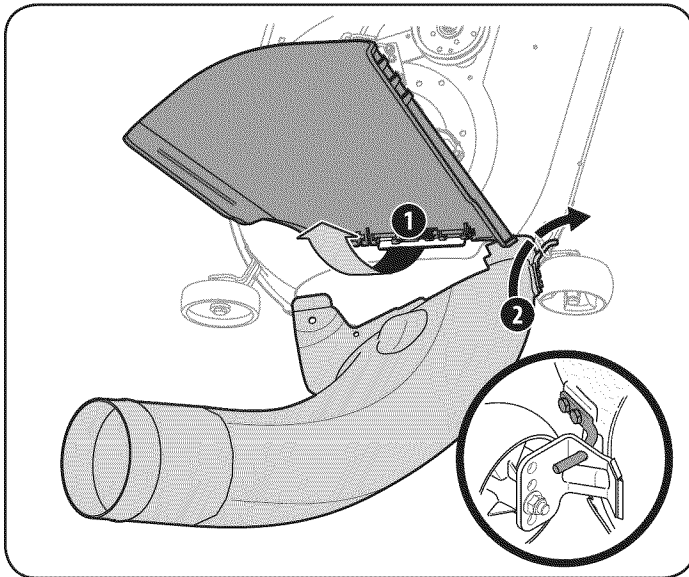

Figure 16
1. Con conducto de descarga del tractor levantado y abierta (1), instale el codo de conducto colocando la barra de montaje del codo de conducto en el orificio correspondiente en el soporte de la rueda de cubierta o lengüeta de montaje del conducto (2), como se ve en la Figure 16.